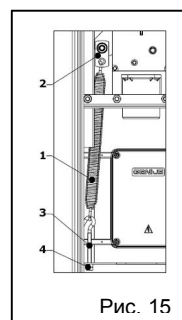

Рис. 15
Для работы системы автоматики требуется балансирующая пружина (рис. 15, поз. 1), которую необходимо приобрести отдельно (как и стрелу). Пружину выбирают по каталогу в зависимости от длины стрелы и установленных аксессуаров (см. раздел 8).
- Снять тягу (рис. 15, поз. 3).
- Удерживая стрелу в вертикальном положении, подсоедините пружину к планке крепления (рис. 15, поз. 2). Для быстроты установки рекомендуется повернуть ушко крепления открытой частью к установщику.
- Прикрепить тягу (рис. 15, поз. 3) к нижнему ушку и вставить в монтажное отверстие.
- Затянуть одну из двух гаек (рис. 15, поз. 4), так чтобы воздействие пружины передавалось полностью.